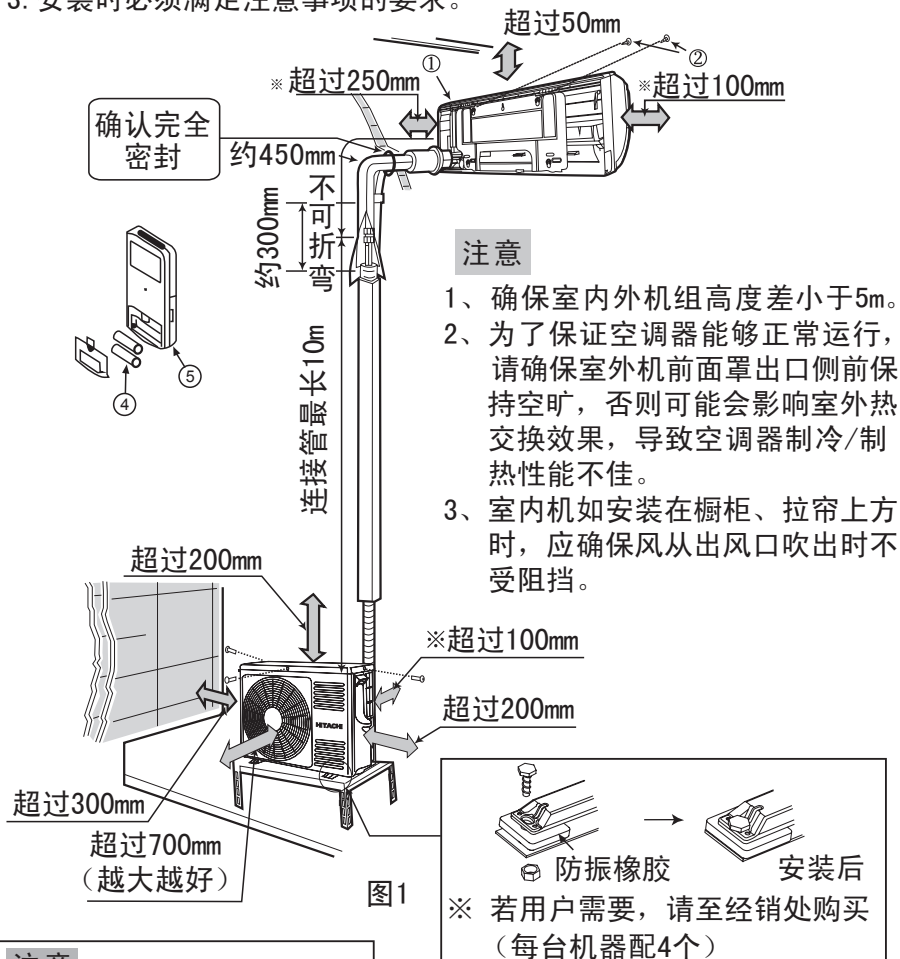
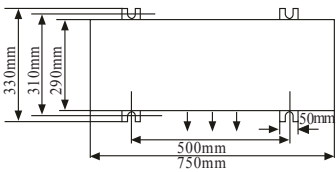

图1
图2
1. 示意图1是连接配管安装成形。
2. 根据总装示意图1结合对应附件按要求牢固安装。
- (1) 为了便于修理，室内机组旁边应如图1般保留空间。
- (1) 室外机组的安装必须保留大于如图1所示距离，并尽可能远离障碍物，避免障碍物妨碍通风系统。
- (2) 尽量安装于房屋的东或北方。如装于南或西方是无可避免时，应有遮盖物遮盖。
- (3) 最好不要安装在污秽或雨淋的地方。
- (4) 尽量靠近室内机组安装。
- (5) 室外机外形尺寸及安装固定孔位置见图2